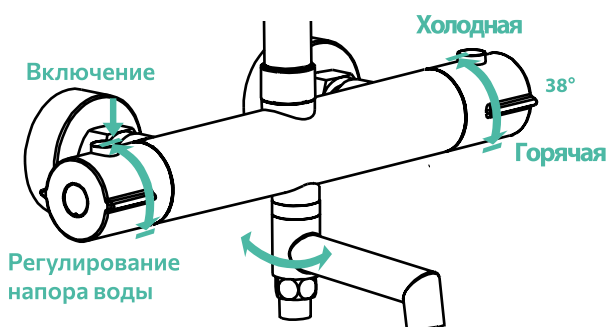

Рис. 4
2. Левая ручка смесителя используется для включения / выключения смесителя и регулировки напора воды (рис. 4).